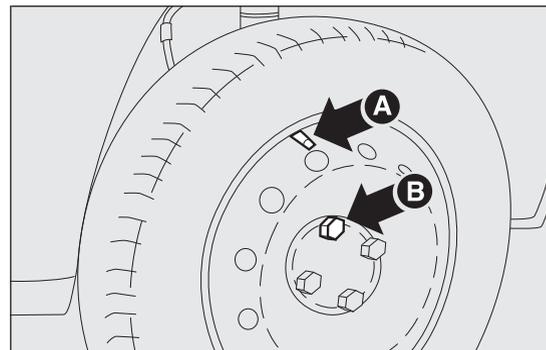

fig. 131
- per i veicoli con cerchi in acciaio, montare la ruota di uso normale avvitando la prima colonnetta B fig. 131 per 2 filetti nel foro più vicino alla valvola di gonfiaggio A;